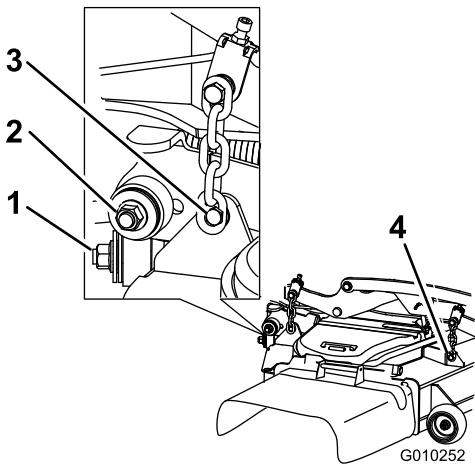

Figura 97
7. Retire y guarde los herrajes de ambos lados de la carcasa, según se muestra en Figura 97.